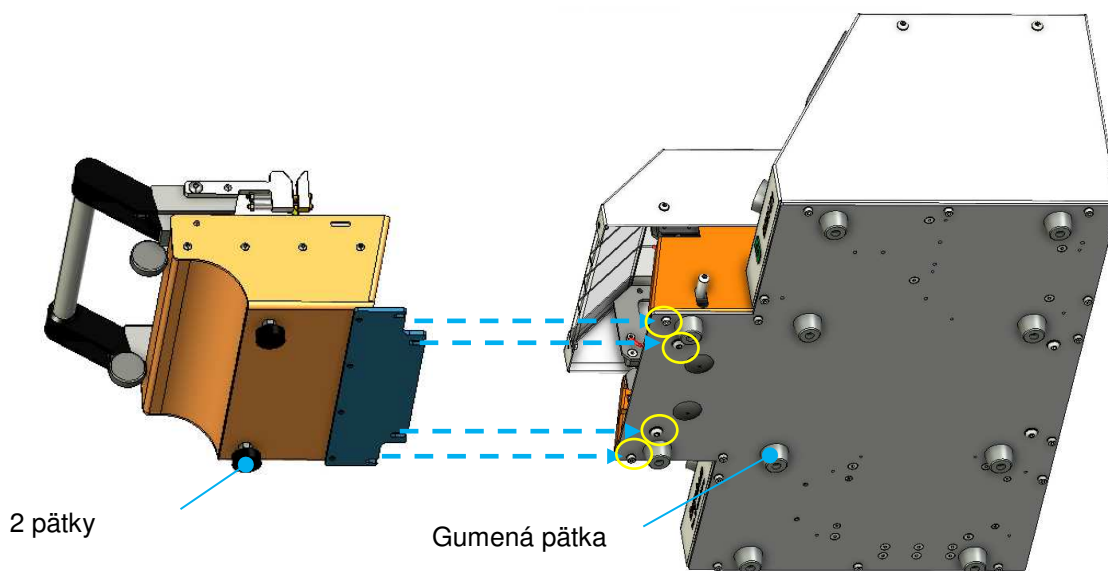

Fig.6 Montáž upínacieho prípravku na stroj
4. Fig.6 , na procesor RBK namontujte upínací přípravek RBK tak, aby sa tesne opieral o stroj a upevnite ho 4 skrutkami.
5. Fig.6 , nastavte výšku pätky upínacieho prípravku a výšku zarovnajte s gumenou pätkou stroja.